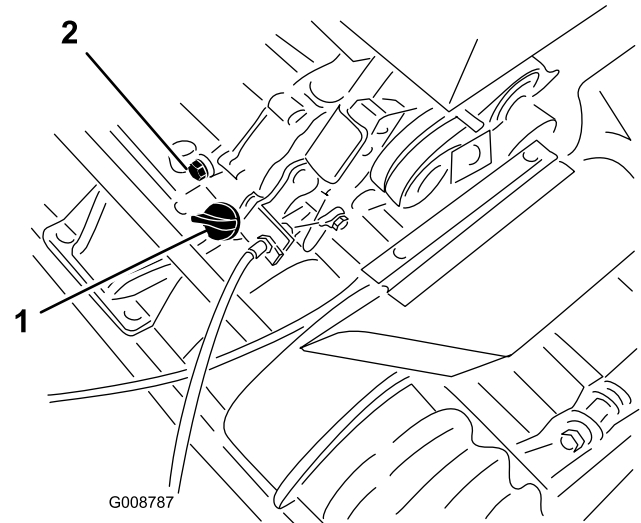

Figura 22
1. Posizionate la macchina in modo che il motore sia a livello e pulite attorno al misuratore del livello dell'olio (Figura 22).
2. Collocate una bacinella sotto il tappo di spurgo, dietro la macchina (Figura 22).